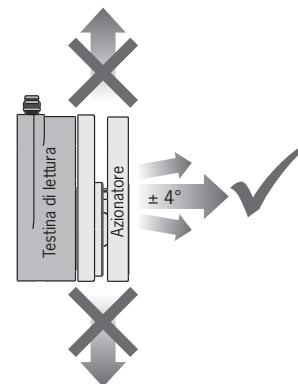

Fig. 1: Direzione di azionamento
- ▶ Aprendo il riparo mobile, l'azionatore deve essere allontanato frontalmente dalla testina di lettura (vedi Fig. 1).